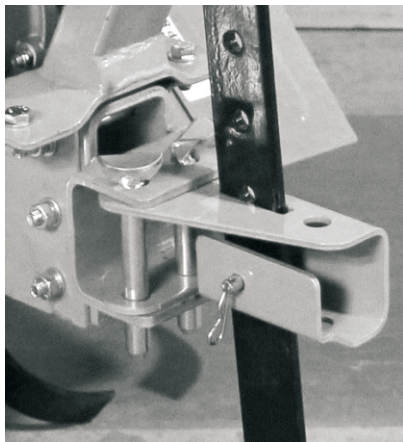

Рис.11
6. Установите сошник в кронштейн и закрепите его пальцем и шплинтом из комплекта поставки (см. рис.11):